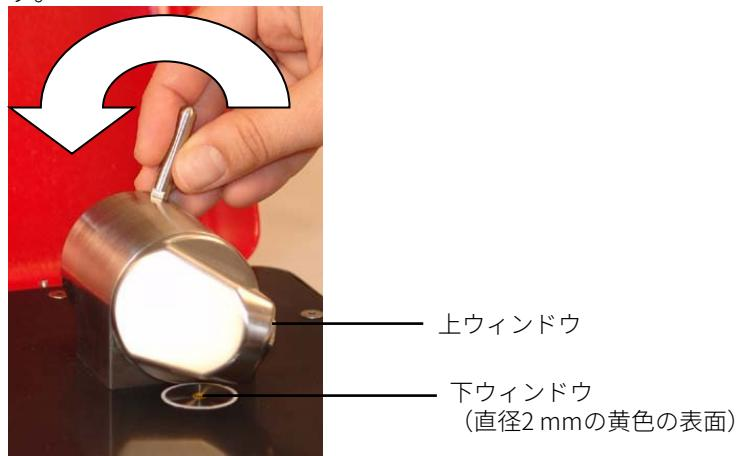

図3：アクセサリ・ウィンドウが上を向いた状態の TumblIR
サンプルのロード／クリーニング・モードでは、アクセサリ・ウィンドウが上を向くようにTumblIRが回転します（図3を参照）。この位置にあると、サンプル・マウント領域に簡単にアクセスできるため、サンプルのロードや、次のサンプルを分析する前のサンプリング表面のクリーニングが容易です。
- 2 最初に上ウィンドウをクリーニングし、次に下マウント・ウィンドウをクリーニングします（図3を参照）。
- 1 アームを反時計回りに回してサンプリング・デバイス（TumblIR）を開きます（図3を参照）。
- 2 最初に上ウィンドウをクリーニングし、次に下ウィンドウをクリーニングします（図3を参照）。
- 1 アームを反時計回りに回してサンプリング・デバイス (TumblIR) を開きます (図3を参照)。